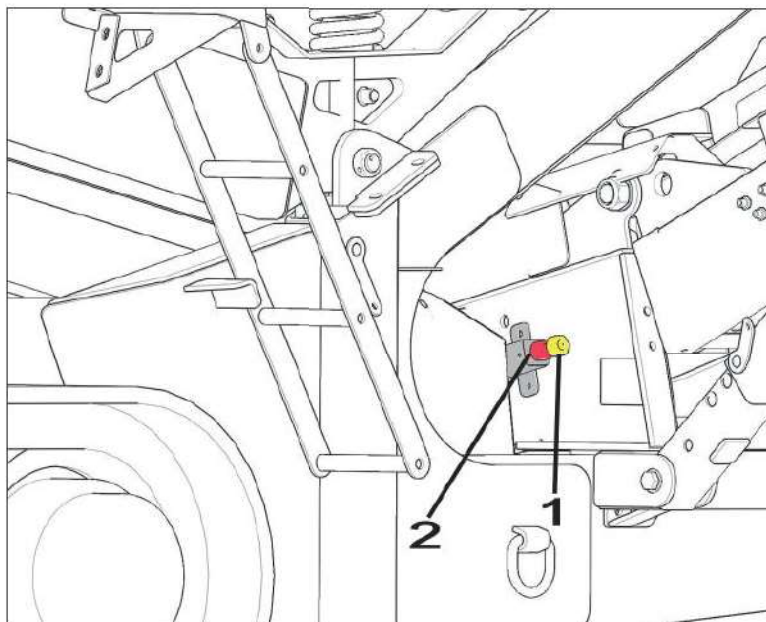

Figure 6.1 - Spanner transportband
5. Span de transportband aan door beide afstelbouten één slag per keer gelijk te draaien. Zet bout 2 eerst los en verstel bout 1. Draai bout 2 na de aanpassing weer vast, zie afb. 6.1
5. Span de transportband door de riemspanner één slag per keer gelijk te draaien. Zet bout 2 los en verstel bout 1, zie afb. 6.1. Draai bout 2 na de aanpassing weer vast